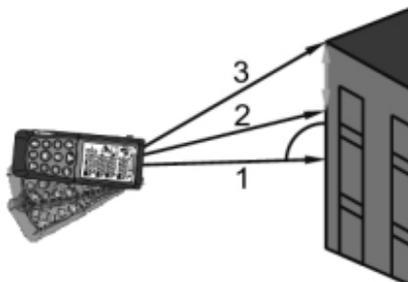

Fig. 11: Medição Indireta com 3 pontos – Modo 2
3. Colocar o instrumento no ponto mais baixo (1) da medição (ver Fig. 11 ) e premir o botão  ou o botão lateral **MEAS**. O resultado é apresentado no primeiro display parcial. O símbolo “” é apresentado no display com o lado “2” intermitente.
4. Colocar o instrumento na posição mais horizontal possível (2) da medição (ver Fig. 11) e premir o botão  ou o botão lateral **MEAS** para efetuar a medição. O resultado é apresentado no segundo display parcial. O símbolo “” é apresentado no display com o lado “3” intermitente.
5. Colocar o instrumento no ponto mais alto (3) da medição (ver Fig. 11) e premir o botão  ou o botão lateral **MEAS** para efetuar a medição. O resultado é apresentado no segundo display parcial.
6. O valor final do resultado obtido pela combinação das medições anteriores (ver linha a tracejado da Fig. 11) é apresentado no display resultante.